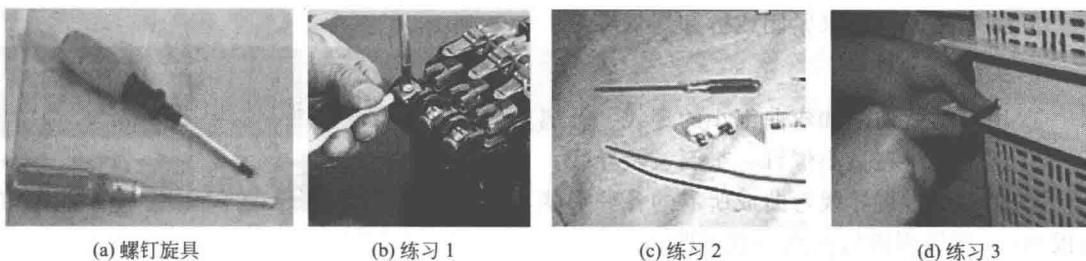

图 1-30 螺钉旋具的练习
- ① 瓦型接线桩的接线练习：如图 1-30 (b) 所示，将剥削好的导线线芯弯成 U 型后，连接到低压电器的瓦型垫片的接线桩上。若两根导线需 U 型头重合压下。
- ② 针孔式接线桩的接线练习：如图 1-30 (c) 所示，将剥削好的导线线芯插入插线孔内，旋紧螺钉就好。若线芯较细，可对折后插入针孔再旋紧螺钉；若是多股导线，一定将线芯绞紧后插入针孔。注意一定将线芯插到底，同时又不能压住绝缘层。
- ③ 在网孔板上做紧固或拆卸螺钉的练习。